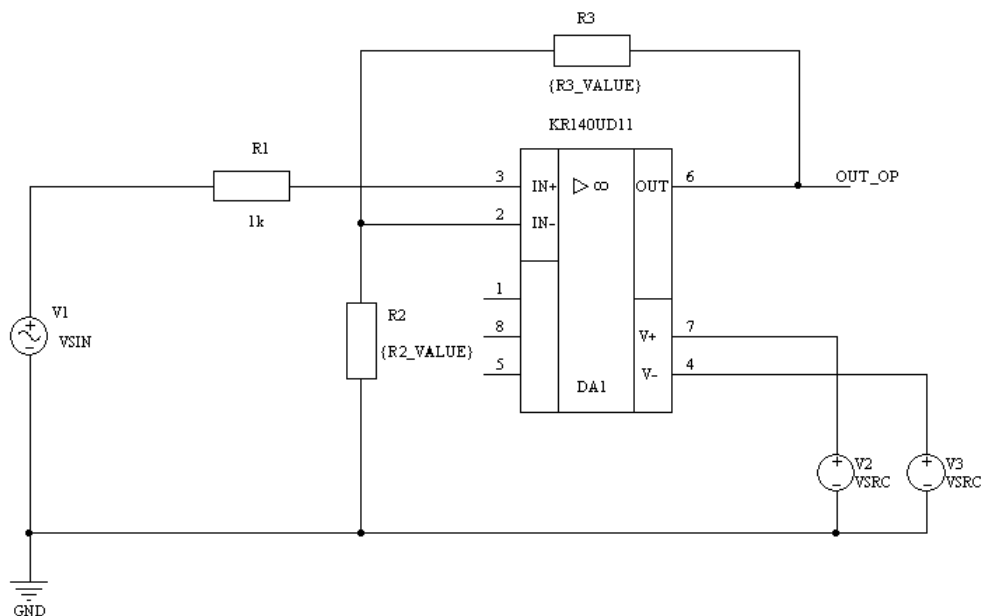

Рис. 9.9. Схема масштабирующего усилителя
Рассмотрим этот вид анализа на примере исследования частотной характеристики масштабирующего каскада, выполненного на основе операционного усилителя, охваченного отрицательной обратной связью (рис. 9.9).
Известно также, что введение отрицательной обратной связи приводит к уменьшению усиления и расширению полосы пропускания усилителя. В нашем примере попытаемся показать, как связаны между собой коэффициент усиления и полоса пропускания конфигурации с отрицательной обратной связью, приведенная на рис. 9.9. Для этого проведем анализ частотной характеристики в условиях вариации параметра схемы, определяющего глубину обратной связи, а именно — сопротивления резистора обратной связи R_3 .
В предположении, что операционный усилитель идеален, т. е. имеет коэффициент усиления $K \rightarrow \infty$, входное сопротивление $R_{вх} \rightarrow \infty$ и выходное сопротивление $R_{вых} \rightarrow 0$, коэффициент усиления схемы рис. 9.9 составляет:
1. В активном схемном документе Op_AMP_AC.SchDoc (см. рис. 9.9) указать курсором на источник входного сигнала V1, после чего двойным щелчком левой кнопки мыши вызвать диалог настройки параметров компонента и установить значение амплитуды входного сигнала, используемого в режиме анализа частотной характеристики **AC Magnitude 10m** (10 мВ).
Зададимся целью построить для схемы, приведенной на рис. 9.9, семейство частотных характеристик в диапазоне изменения коэффициента усиления от 2 (при равенстве сопротивлений $R_2 = R_3 = 1$ кОм) до 1001 (при $R_3 = 1$ МОм). Частотные характеристики цепей, заданные таким образом, обычно строятся с градуировкой оси ординат в децибелах и в логарифмическом масштабе по оси частот. Для того чтобы при градуировке оси ординат в децибелах получить равномерное распределение графиков по вертикали, следует задать изменение сопротивления резистора R_3 в геометрической прогрессии. Составим выражение, из которого будет вычисляться значение сопротивления